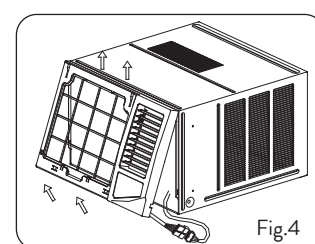

Fig.4
2. Desconecte los enchufes del acoplador y asegúrese de no interferir con el cable del sensor de temperatura. Sostenga el lado inferior izquierdo del marco, levántelo para desbloquear el lado inferior, retírelo hacia usted (vea la Fig. 4)